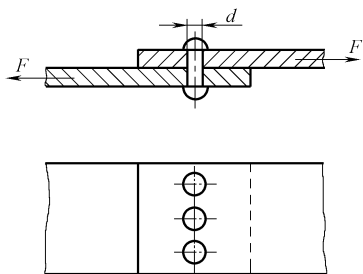

图 2-9
15. 一铆接头承受载荷 $F = 200\text{kN}$, 铆钉数量 $n = 3$, 铆钉孔直径 $d = 20\text{mm}$, 如图 2-9 所示。铆钉的剪切许用应力 $[\tau] = 145\text{MPa}$ 。计算铆钉的选用是否合适。
16. 一铆接头承受载荷 $F = 120\text{kN}$, 铆钉数量 $n = 3$, 铆钉孔直径 $d = 20\text{mm}$, 如图 2-9 所示。铆钉的剪切许用应力 $[\tau] = 145\text{MPa}$ 。计算铆钉的选用是否合适。